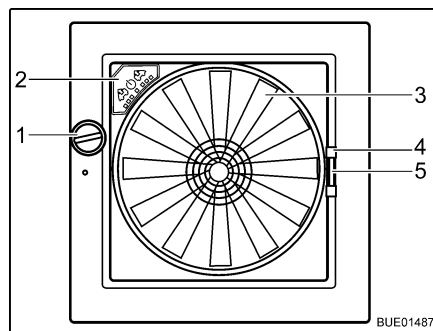

Fig. 119 Lanterneau Omni-Vent
- Ouvrir : ■ Tourner le bouton rotatif (Fig. 119,1) jusqu'à ce que l'angle d'ouverture désiré soit atteint.
- Fermer : ■ Tourner le bouton rotatif (Fig. 119,1) jusqu'à ce que le lanterneau soit entièrement fermé.
- Fermer : ■ Tirer la moustiquaire par la poignée (Fig. 119,4) vers le côté de cadre opposé.
- Fermer : ■ Presser la poignée (Fig. 119,5) du dispositif occultant.
Ventilateur Quand le lanterneau est ouvert, l'espace intérieur peut être ventilé et aéré avec un ventilateur à 6 niveaux de puissance (Fig. 119,3). La commande du ventilateur s'effectue sur son panneau de commande (Fig. 119,2).